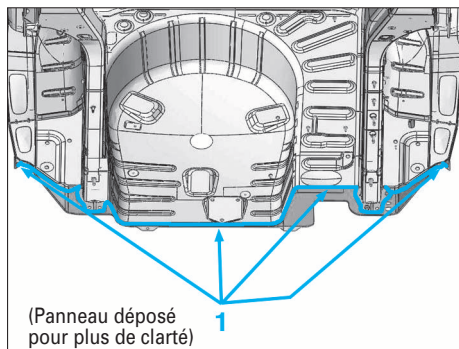
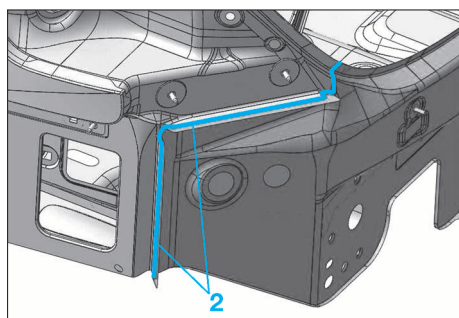

FIG. 89
FIG. 90
- Appliquer un mastic sur les lignes de joints (1) (Fig. 89) et (2) (Fig.90).